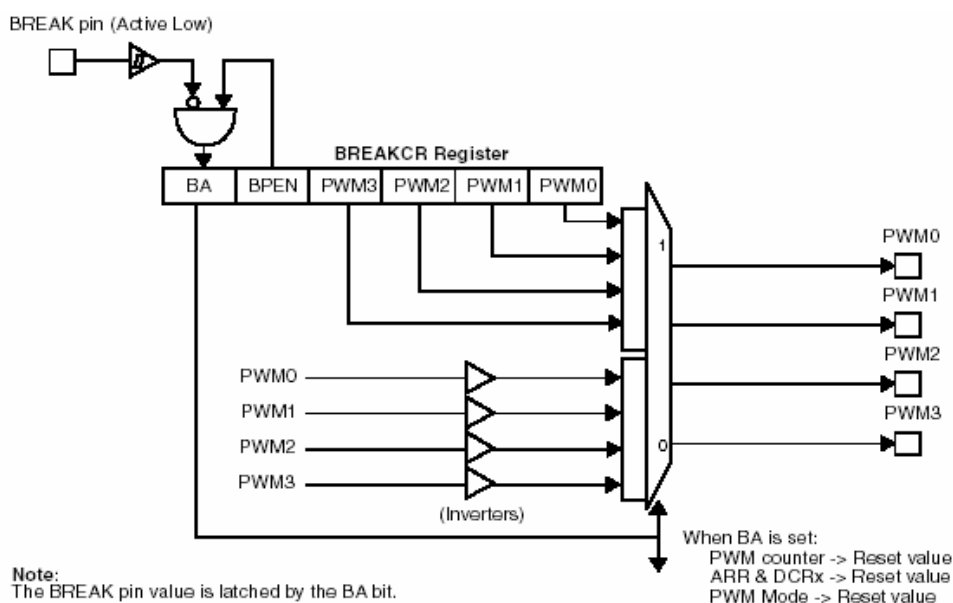

Рисунок 4.1 – Дія сигналу BREAK на ШІМ виходи
*Функція останову (Break)* активується зовнішнім сигналом BREAK на одноіменному виводі (активний рівень - 0), рис. 4.1.
Біт BA (*Break Active*) - зупинка дозволена. Цей біт встановлюється/скидається програмно, скидається апаратно після сигналу RESET і встановлюється апаратно, коли на виводі BREAK присутній нульовий рівень сигналу. Дію біта BA див. також на рис. 4.1.